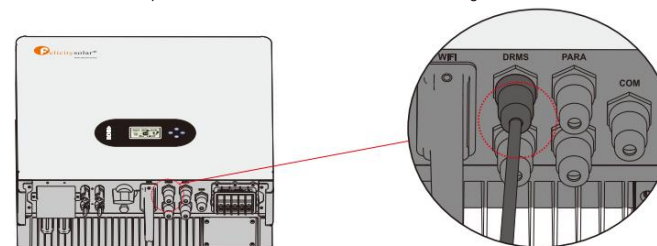

Figura 4.5-5 Interfaz RJ45
Paso 4. Conecte el terminal RJ45 a la posición correcta en el inversor. Consulte la Figura 4.5-5.